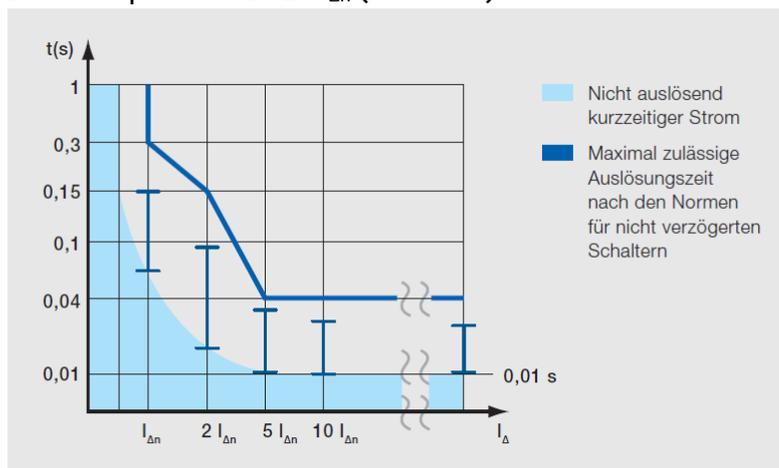

Abb. 5 Unempfindlichkeit gegen kurzzeitige Fehlerströme
- 10 ms Impuls bis zu 10  $I_{\Delta n}$  (s. Abb. 5)